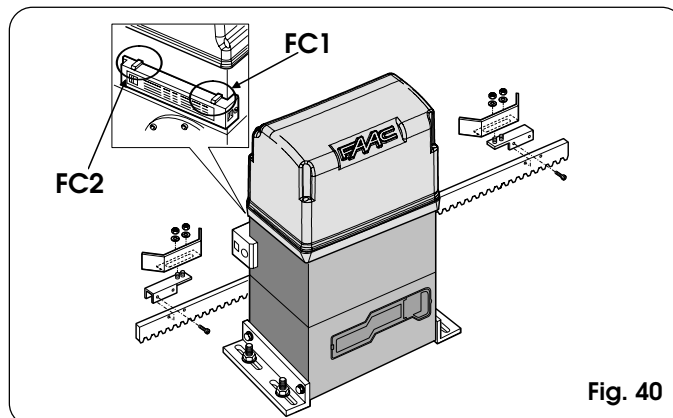

Fig. 40
- 1) Assembler le fin de course en centrant la plaquette par rapport aux axes filetés du support (Fig. 40).